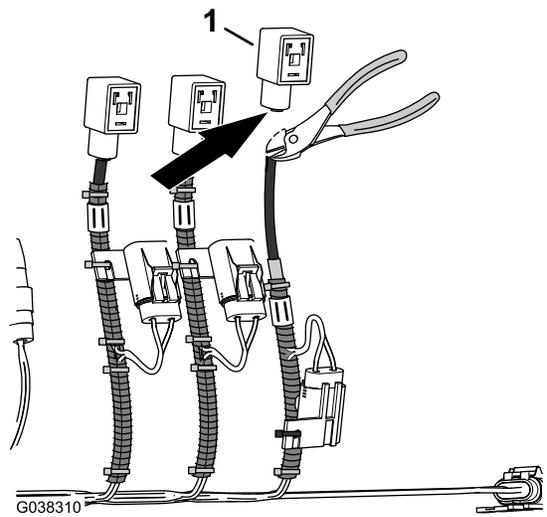

Bild 32
- 5. Schneiden Sie den DIN-Stecker-Kabelbaum unter dem DIN-Stecker durch (Bild 32).